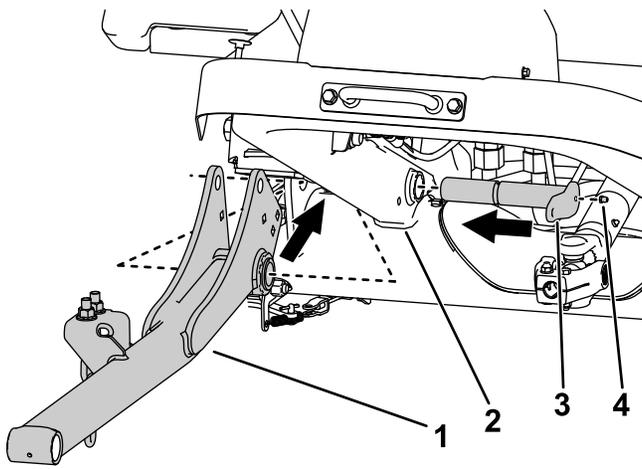

Рисунок 6
2. Используйте 2 больших штифта для установки подъемных рычагов на раму машины (Рисунок 6).
3. Установите масленки на большие штифты (Рисунок 6).